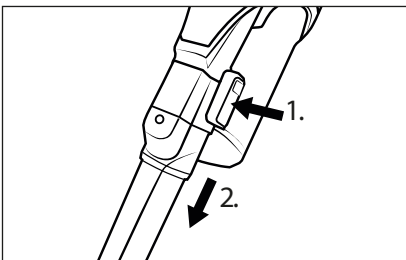

Fig. 15
- ◆ Per rimuovere gli accessori, tenere premuto il tasto di sblocco dell'accessorio e sfilare l'accessorio dal tubo di aspirazione **24** oppure dall'apertura di aspirazione dell'apparecchio (vedere fig. 15).